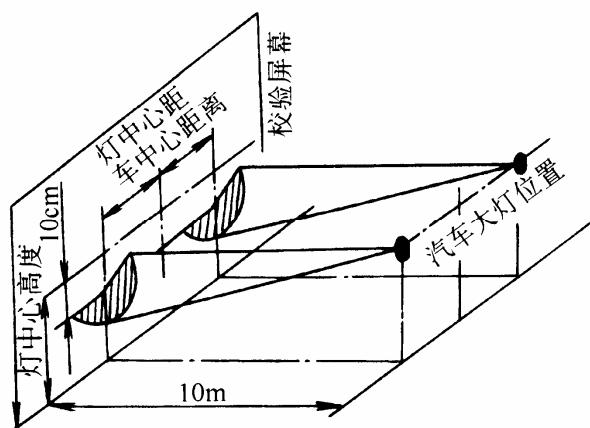

图 9-81 前照灯灯光检验
- 4) 打开前照灯的近光灯，其灯光的明暗截止线应符合图 9-81 所示的要求。